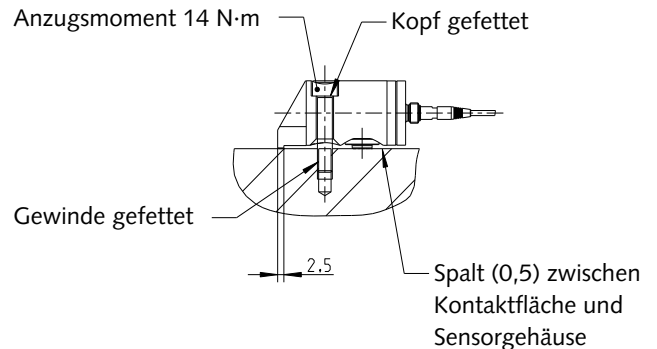

Bild 5: Montage mit Zylinderkopfschraube
- Der Sensor wird mit einer Schraube befestigt, wobei das Gewinde sowie die Kopfaufschlagfläche vorher eingefettet wurden. Die Schraube wird mit einem Anzugsmoment von 14 N·m vorgespannt (Bild 5).